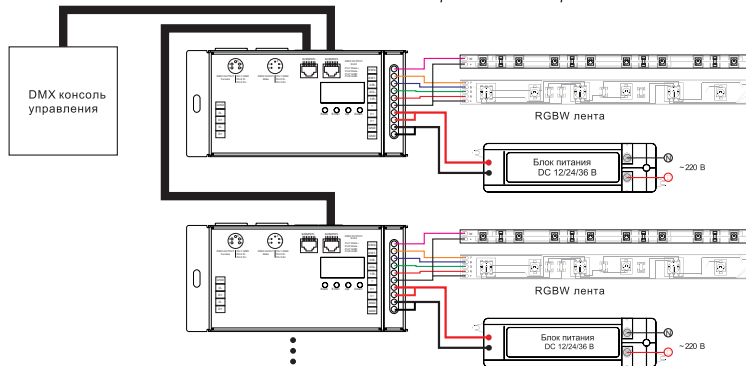

Рис.2. Схема подключения декодера.
- 1.3. Выполните подключение декодера в соответствии со схемой Рис.2 и маркировкой на корпусе декодера.